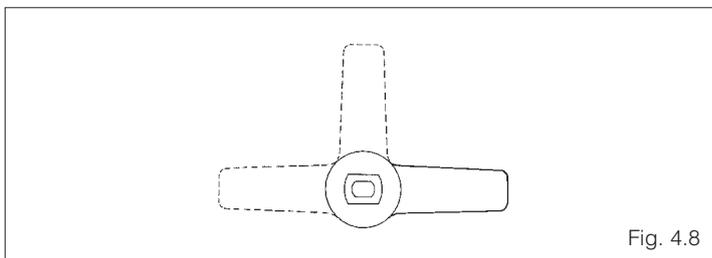

Fig. 4.8
- posizionare il rubinetto di riempimento in "aperto" (fig. 4.8).